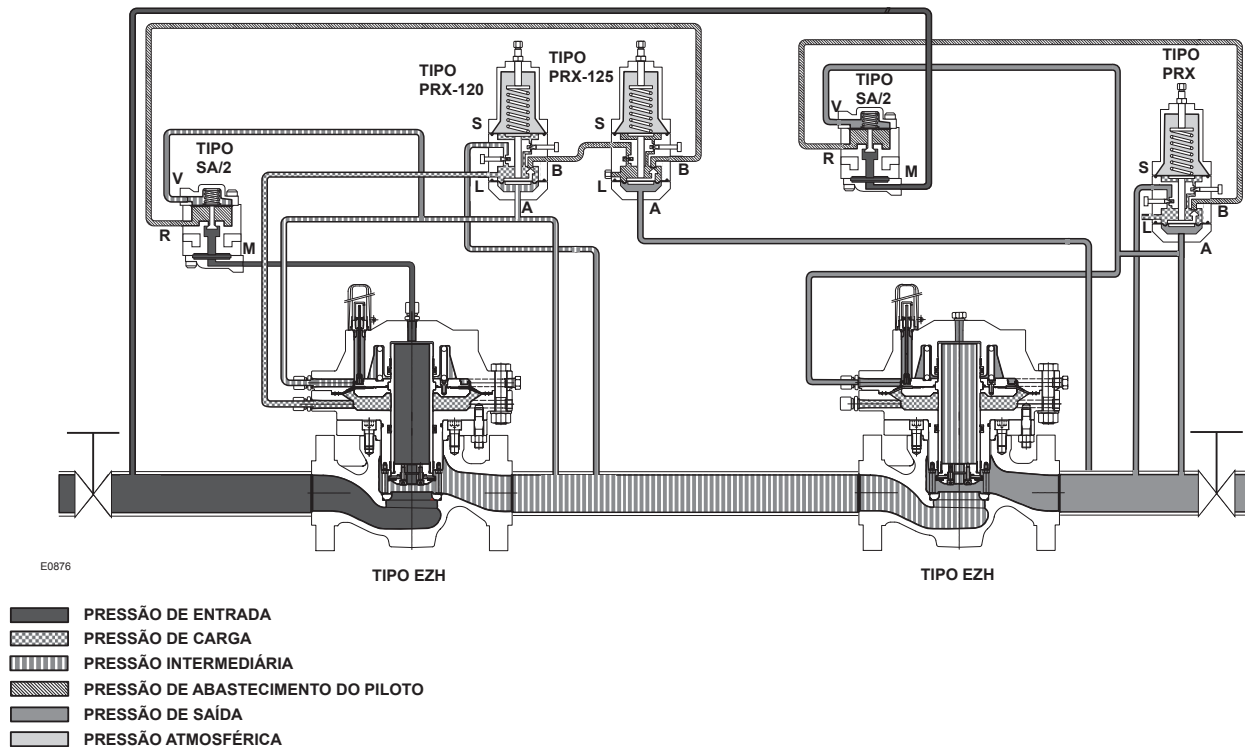

Figura 5. Operação de um Sistema de Monitoramento
Operação do Reguladores de Monitoramento (Figura 5)
1. Siga os procedimentos de Todas as seções de Instalação, e depois siga para a etapa 2 desta seção. A linha sensora do piloto de monitoramento a montante e as linhas sensora e de sangramento do piloto a jusante devem ser conectadas na tubulação a jusante (veja a Figura 5).